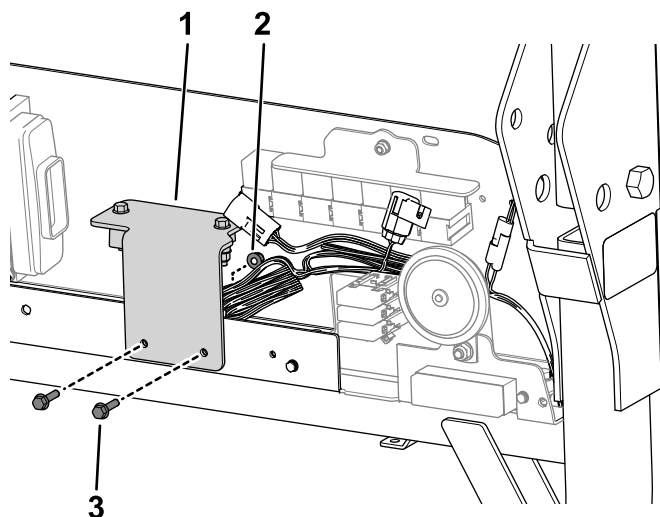

Figure 10
14. Avec 2 boulons (M6 x 25 mm) et 2 écrous à embase (M6), fixez le support du capteur de pente sur le panneau électrique (Figure 10).